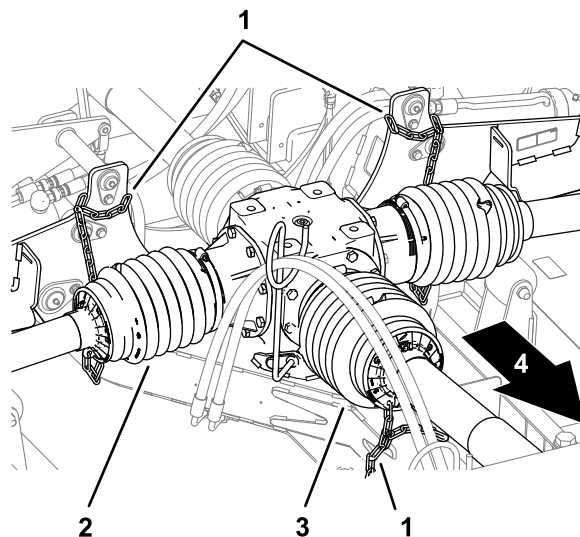
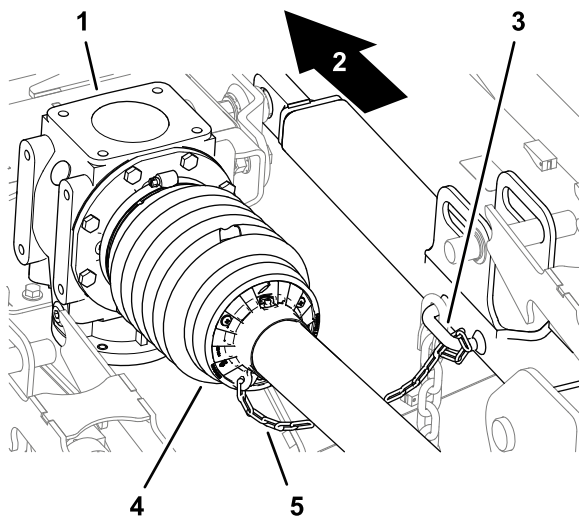

Рисунок 18
Рисунок 21
6. Убедитесь в том, что ограничительные цепи подсоединены к заднему кожуху вала механизма отбора мощности, кожухам приводных валов и раме газокосилки (Рисунок 18 и Рисунок 21).